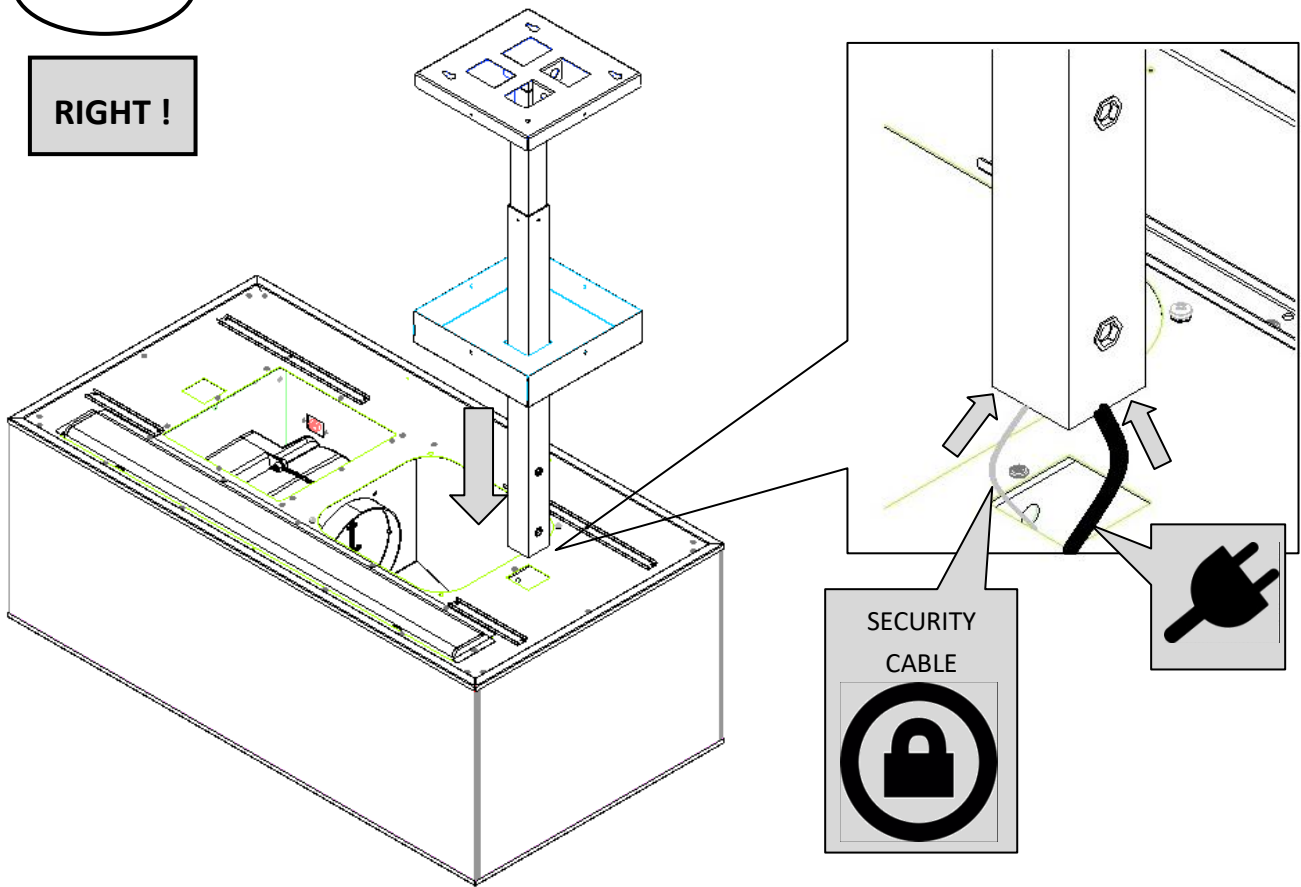
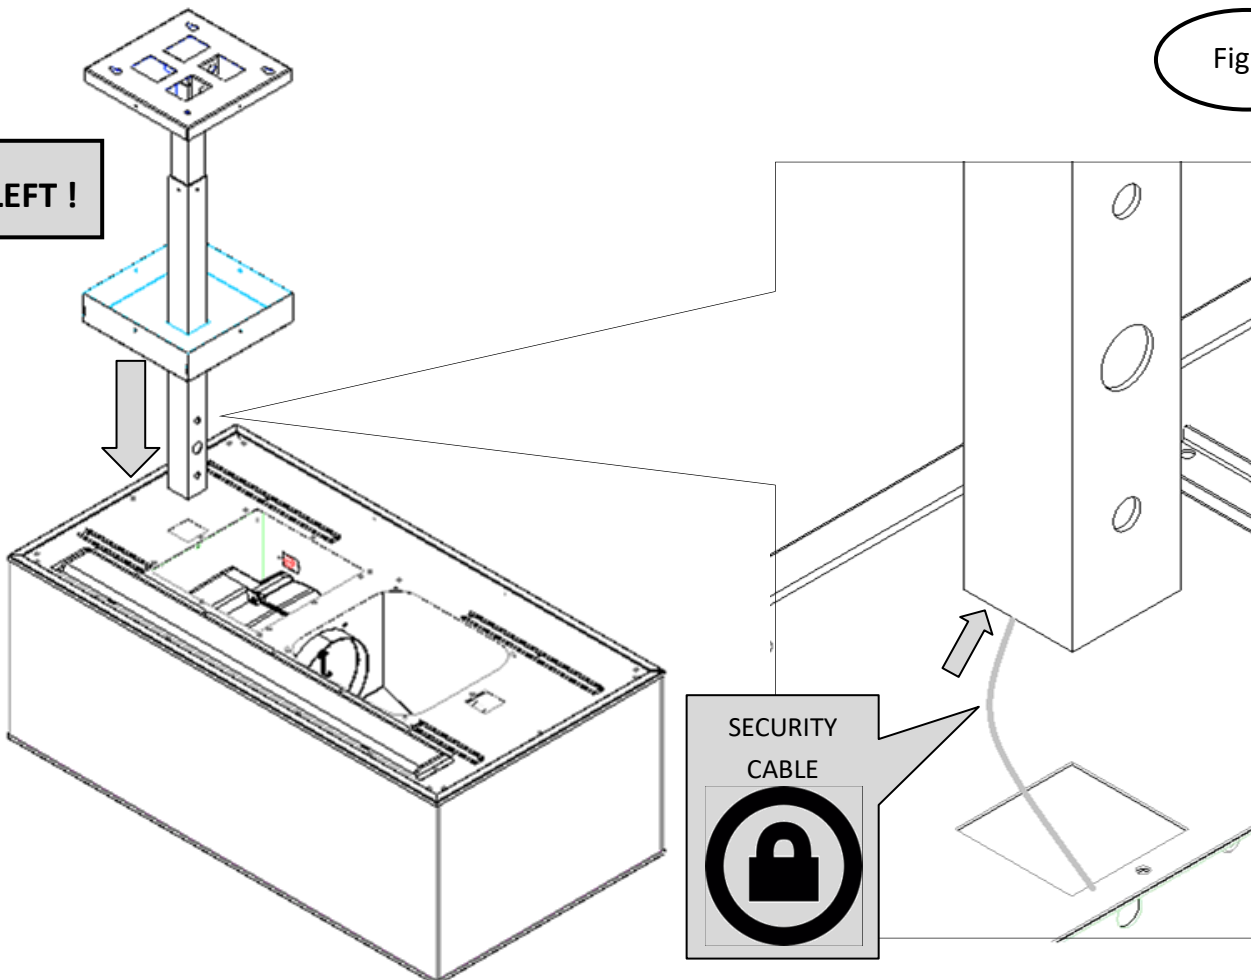
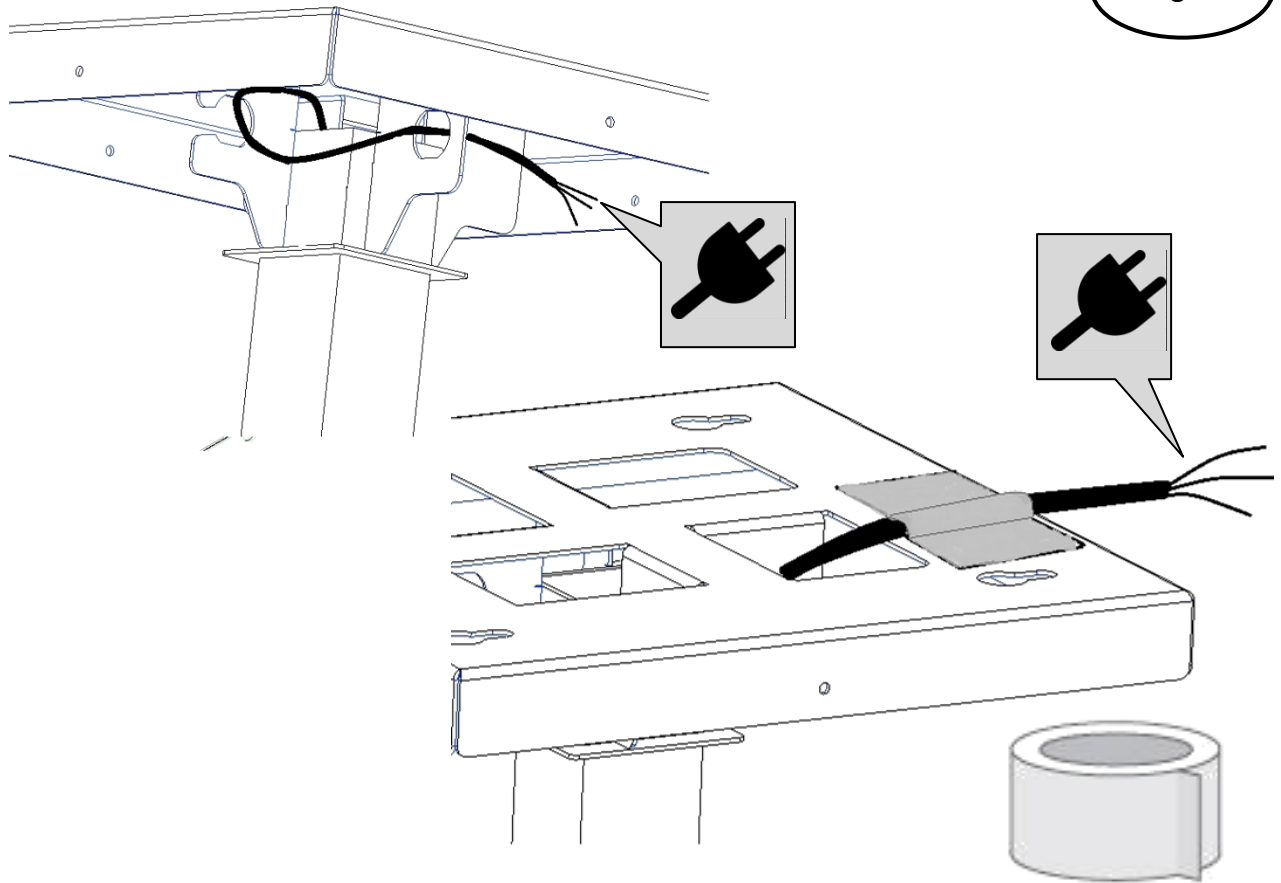

Fig. 6
Fig. 7
Fig. 8
- 8) Plaats de RECHTER- en LINKERSTEUNEN in de behuizing van de kap (vierkante gleuven), passeer ze en totdat ze van boven komen (BEVESTIGING OP PLAFOND), de stroomkabel en de metalen veiligheidskabel, in de juiste ondersteuning; alleen de metalen veiligheidskabel in de linkersteun (Fig. 5) (Fig. 6) (Fig. 7) (Fig. 8).